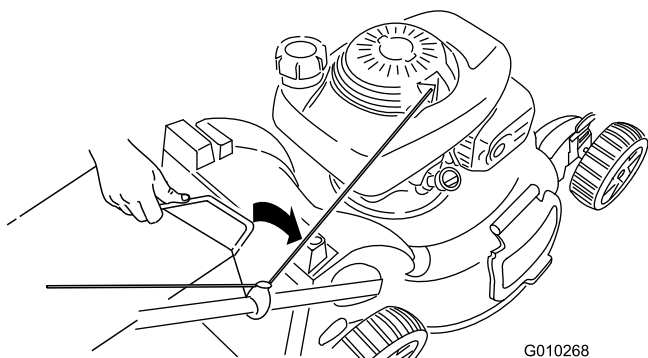

Рисунок 31
3. Вставьте ручку мешка для травы в канавки на верхней части газонокосилки (Рисунок 31).